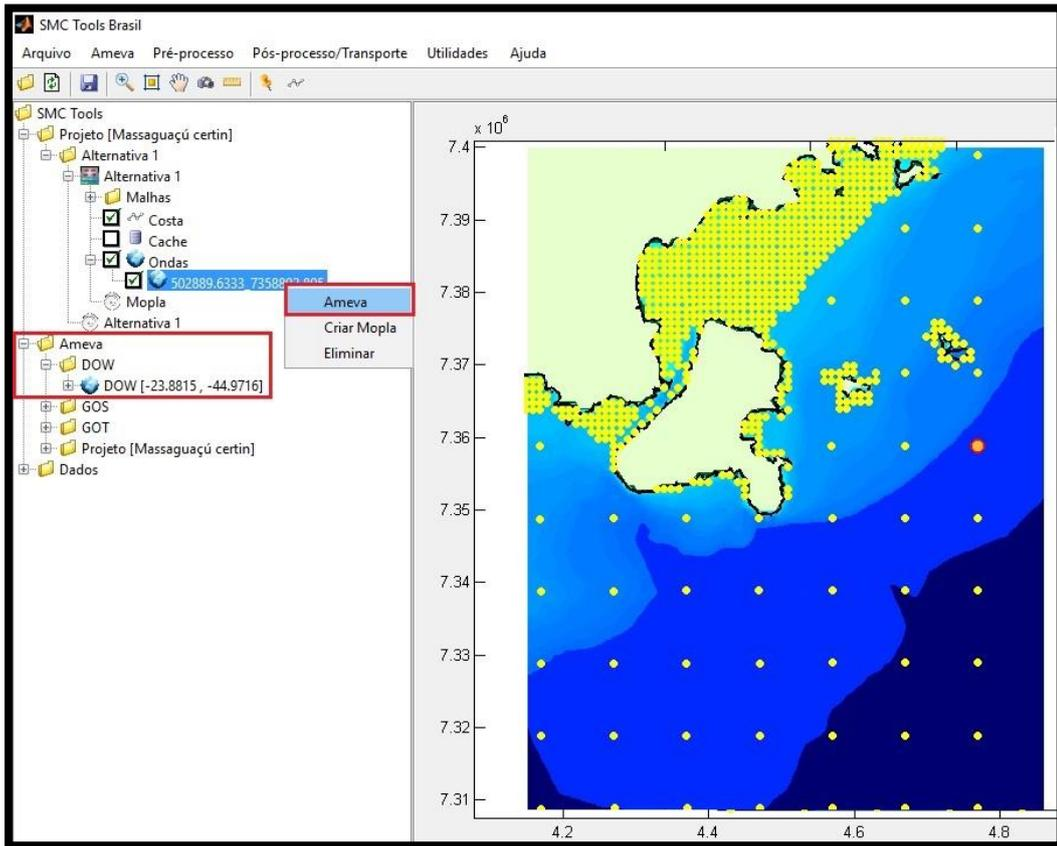

Figura 23 – Subpasta AMEVA.
- 28)** No ponto DOW, clicar com o botão direito e selecionar a opção "Ameva", ação que automaticamente envia o ponto selecionado à pasta "Ameva/DOW" (Figura 23);